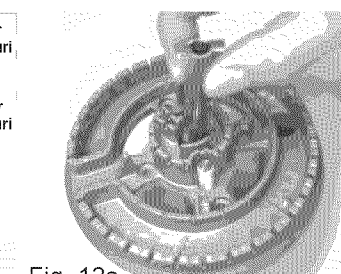

Fig. 12a
- Insert Inner Choke (See Fig. 12a).